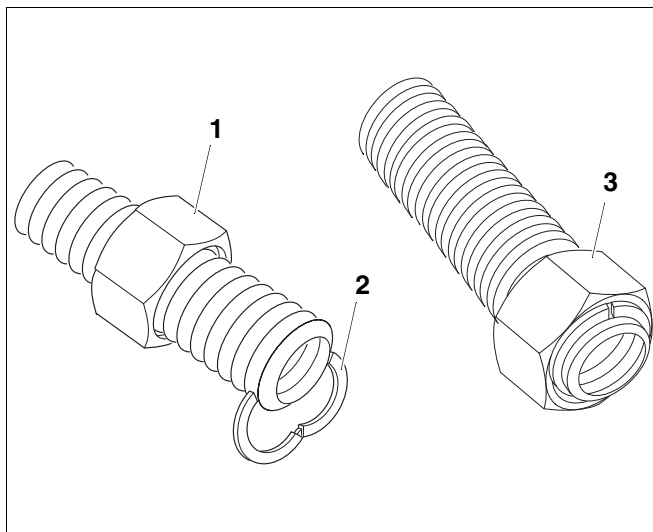

Fig. 2 Montare la rondella di bloccaggio
- Spingete il dado di raccordo (fig. 2, **pos. 1**) sopra il tubo ondulato in acciaio inox.
Inserite la rondella di bloccaggio (fig. 2, **pos. 2**) con la parte a spigoli rivolta verso la superficie a tenuta ermetica.
- Inserite la rondella di bloccaggio (fig. 2, **pos. 2**) nel primo incavo del tubo ondulato e comprimetela a fondo (con una pinza).
- Infine, spingete il dado di raccordo (fig. 2, **pos. 3**) sopra la rondella di bloccaggio.